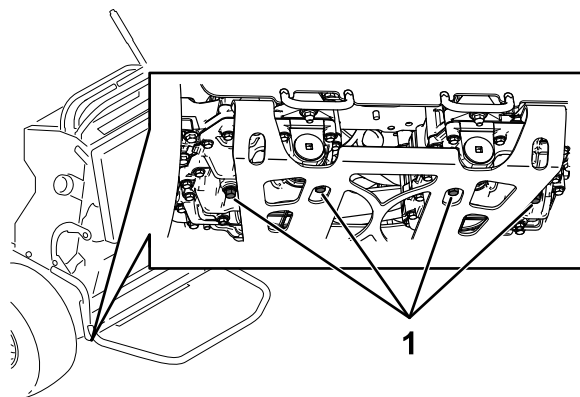

Figure 80
3. Localisez les bouchons de vidange au bas de la transmission et placez un bac de vidange sous les bouchons (Figure 80).